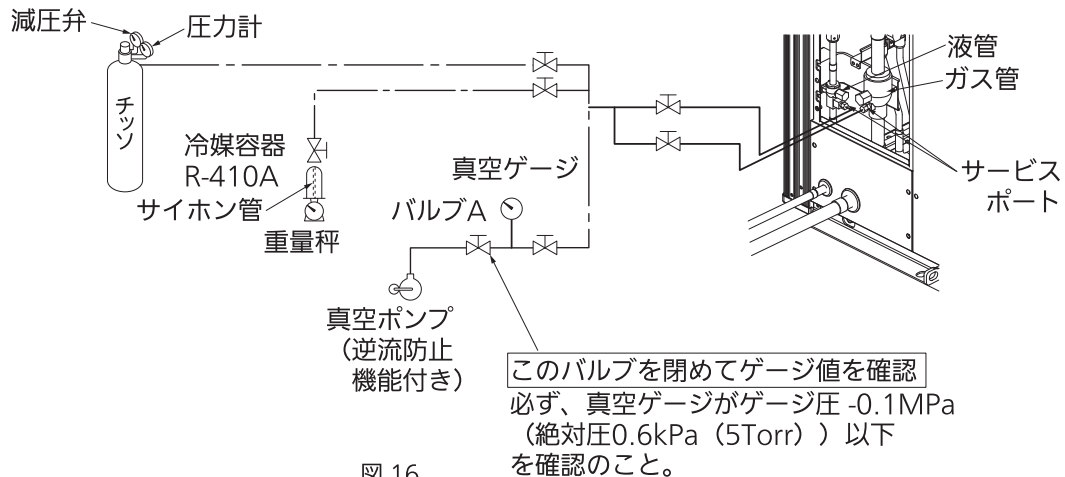

図 16
- ガス管、液管のサービスポートに窒素ガス、真空ポンプ等を図 16(13 ページ)の通りに接続してください。このとき、ガス管、液管の閉鎖弁は“閉”のままです。
- ① 室外ユニットのガス管、液管の閉鎖弁が全閉であることを確認してください。
- ② ガス管、液管のサービスポートに真空ポンプ、真空ゲージを図 16 のとおりに接続してください。
- ③ 室内ユニットおよび配管内の真空引きおよび真空乾燥を行ってください。
- ④ 真空ゲージがゲージ圧 -0.1MPa （絶対圧 0.6kPa （ 5Torr ））以下まで真空引きを行ってください。
- ⑤ -0.1MPa 以下になってから 1 時間以上真空ポンプを連続運転し、真空引き（真空乾燥）を行ってください。
- ⑥ バルブ A を全閉し、真空ポンプに接続されているホースをゆるめ、真空ポンプを停止してください。
- ⑦ 1 時間放置後、⑥ 終了直後よりも真空ゲージの圧力が上昇していないことを確認し、真空乾燥を終了してください。